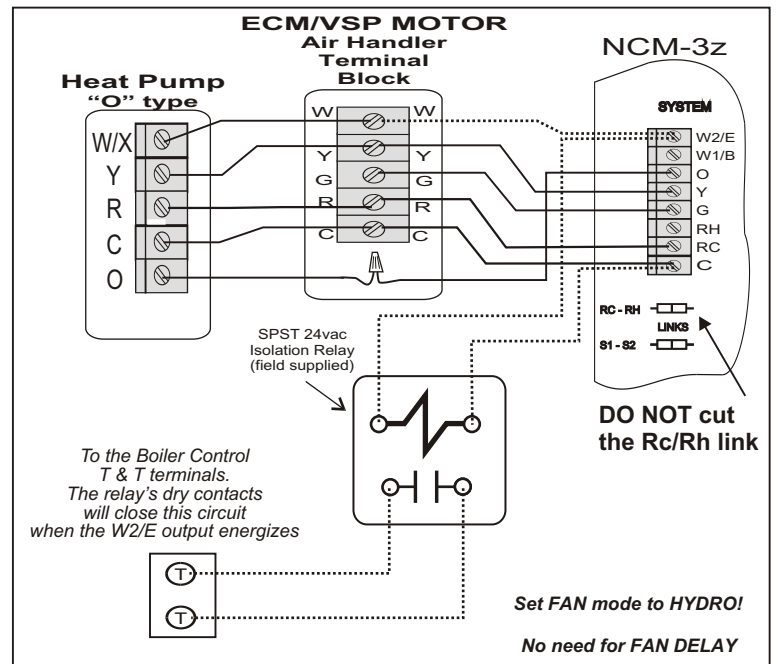

Figura 18
* La Figura 18 es para aplicaciones de bomba de calor donde el serpentín hidrónico es la fuente de calor auxiliar. Se requiere el relé de aislamiento (no se puede usar el aislamiento Rc/Rh) porque la válvula de inversión debe detectar la señal O/B de la alimentación de 24 V del controlador de aire, no de la alimentación de 24 V de la caldera.